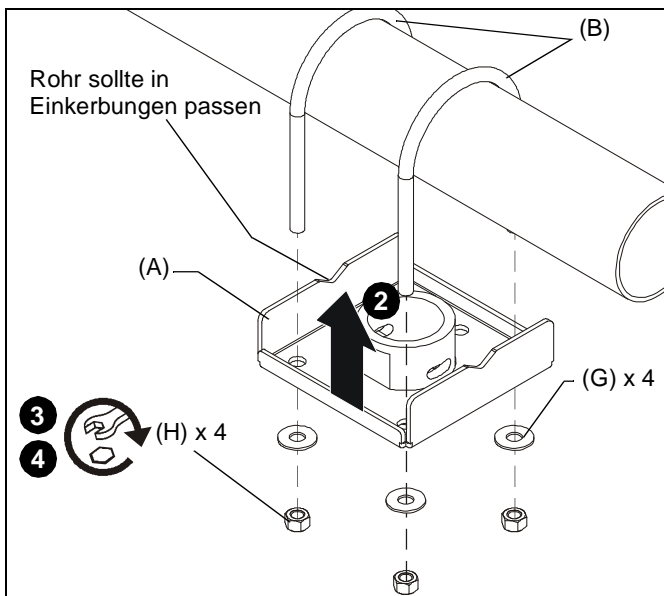

Abb. 2
HINWEIS: Stellen Sie bei der Montage der Auslegerplatte (A) an das Rohr sicher, dass das Rohr in die Einkerbungen der Platte passt. (Siehe Abb. 2)
3. Montieren Sie locker die 3/8"- Muttern (H) und die 3/8"- Unterlegscheiben (G).
4. Richten Sie die Halterung aus und ziehen Sie die Muttern (E) fest. (Siehe Abb. 2)